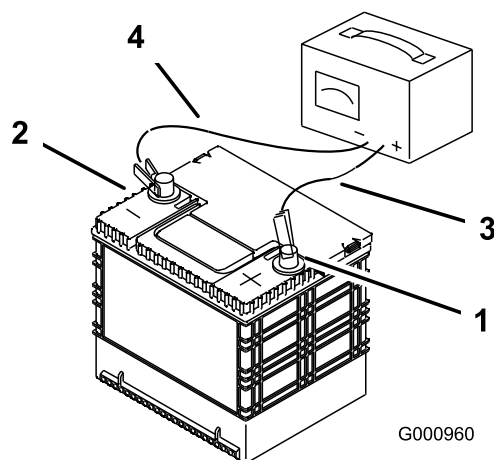

Figura 67
3. Cuando la batería esté completamente cargada, desconecte el cargador de la toma de electricidad, luego desconecte los cables del cargador de los bornes de la batería (Figura 67).